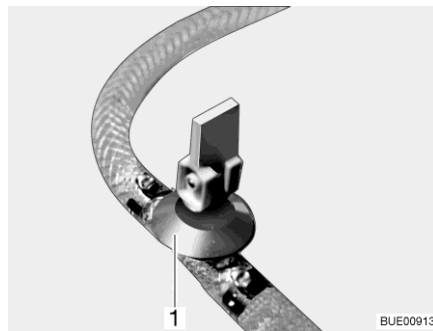
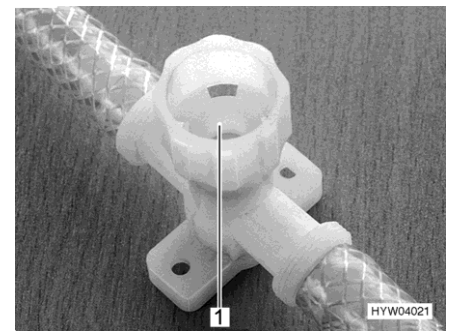

Fig. 261 Rubinetto di scarico (con leva a bilanciere)
Fig. 262 Rubinetto di scarico (con tappo a vite)
- Chiudere tutti i rubinetti di scarico. Mettere la leva a bilanciere del rubinetto di scarico (Fig. 261,1) orizzontale o chiudere il coperchio del rubinetto di scarico (Fig. 262,1) in senso orario.